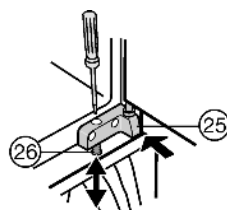

Fig. 13
- ▶ Выставьте устройство по высоте: при помощи регулировочных винтов *Fig. 13 (26)* в кронштейнах *Fig. 13 (24,25)*.